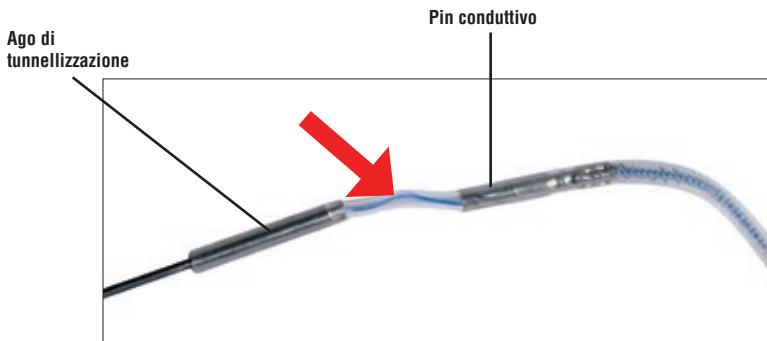

Figura 8 – Estremità prossimale TransLoc con ago di tunnelizzazione
- La lunghezza dell'elettrodo in eccesso può essere arrotolata attorno ai ganci del connettore FrictionLoc, come mostrato nella Figura 8.